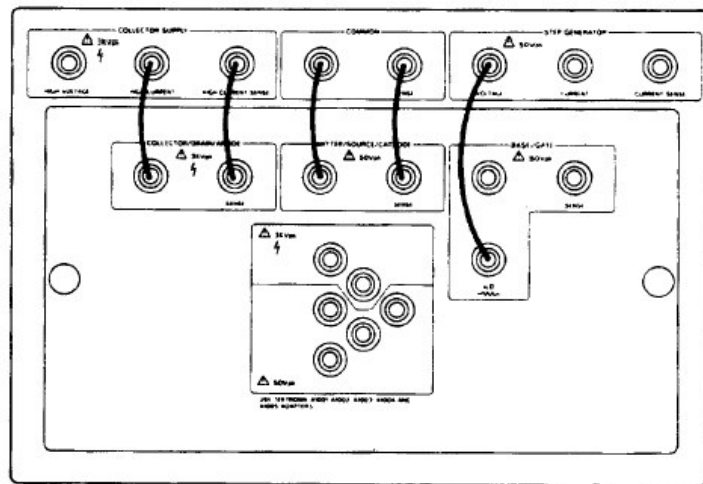

图 3-15 测量 MOSFET 功率特性的适配器面板和辅助面板连接
- c. 在适配器和辅助面板的连接器间使用辅助软线进行连接，如图 3-15 所示。